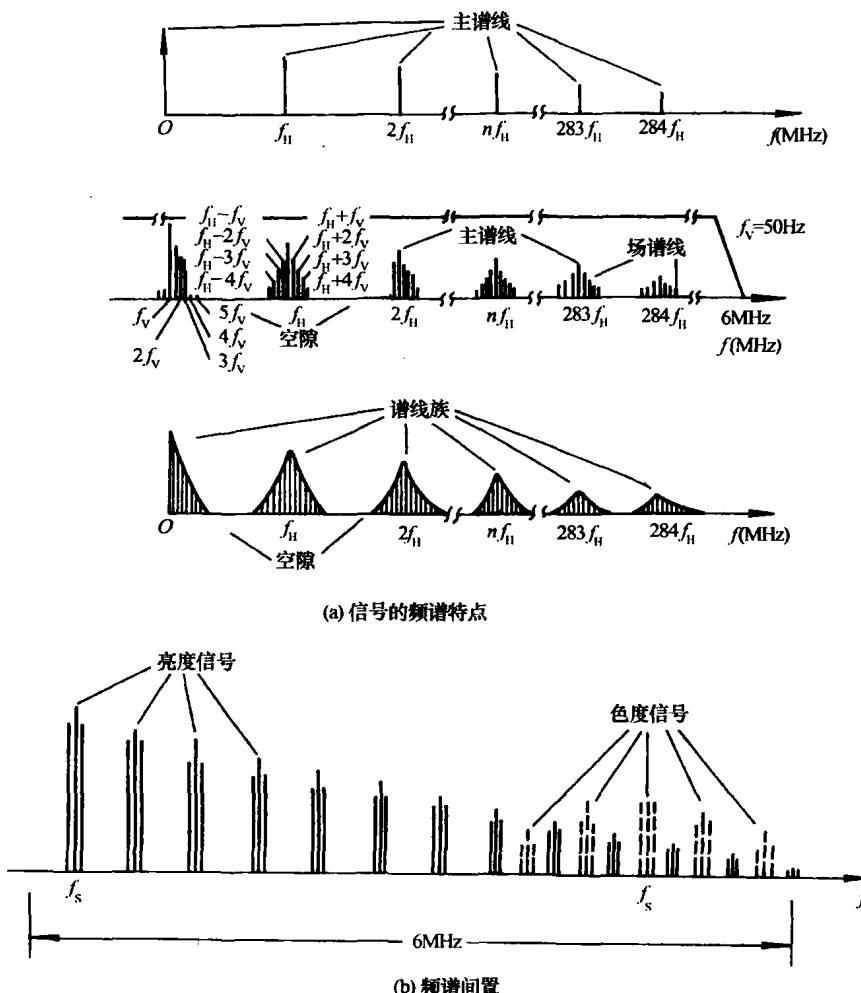

图 1-6 亮度信号与色差信号的频谱特点及频谱间置
(2) 将两个色差信号进行处理并合并,得到只反映色度信息的色度信号( $F$ ),色度信号再与亮度信号、消隐与同步等信号  $U_S$ 、色同步信号  $F_b$  合成为彩色全电视信号 FBYS。彩色全电视信号的频带宽度必须与兼容的黑白电视全电视信号频带宽度一样(在我国为 6MHz),同时应尽量减小亮度信号与色度信号的相互干扰。为了做到这一点,可以采取下述方法。
① 根据大面积着色原理将色差信号频带压缩:在画家画彩色画时,总是先用墨笔描绘出图像清晰的轮廓,然后再用彩笔进行大面积着色。由于人眼对彩色细节的分辨力差,所以尽管没有用彩色笔进行细致的描绘,整个画面还是给人以清楚、真实、色彩丰富的感觉。这就是大面积着色原理。根据这一原理,可以利用低通滤波器将色差信号的频带压缩,仅保留 0 ~ 1.3MHz 的低频成分,因为信号的低频成分反映图像的大面积着色情况。
② 根据亮度信号与色差信号的频谱特点,将两种信号进行频谱间置:亮度信号与色差信号的频谱分布是不连续的,它们由一组组间隔为行频的谱线族组成,中间有许多空隙,而且谱线的幅度随频率的增加而变小,如图 1-6(a) 所示。这种离散式的频谱结构使我们可将色差信号的频谱谱线以某种方式插在亮度信号频谱的空隙中,从而与亮度等信号一起形成彩色全电视信号。
因为亮度信号低频段谱线幅度大,为了减小亮度信号对色差信号的干扰,不能将色差信号的谱线插在亮度信号低频段的空隙中。为此,可将色差信号以某种方式调制到一个频率较高的正弦波信号(副载波)上,使其频谱高移,然后再将其谱线插到亮度信号频谱高端的空隙中,如图 1-6(b) 所示。这样彩色全电视信号的频带宽度就可以做到与黑白全电视信号频带宽度一样了。